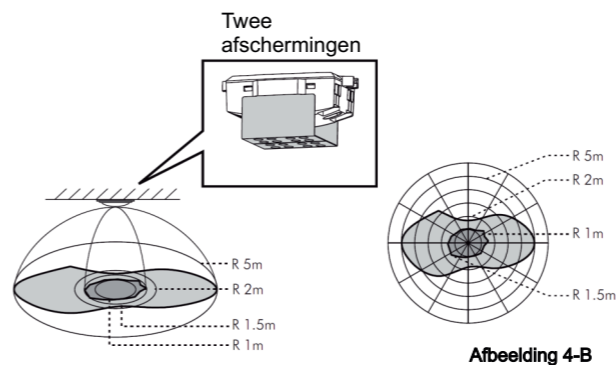

Afbeelding 3
4.2.1 Bevestiging van de afscherming: Steek de metalen afscherming in de sleuf van het huis (zie afbeelding 3).